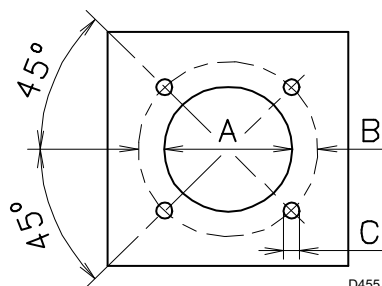

Fig. 5
5.3 Plaque chaudière (Fig. 5)
Percer la plaque de fermeture de la chambre de combustion (Fig. 5) La position des trous filetés peut être tracée en utilisant l'écran thermique du brûleur.